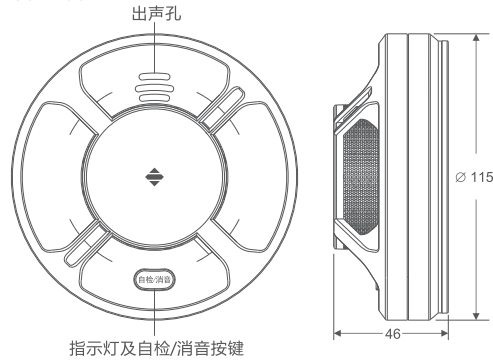

图1
说明：图1中，上盖、按键、PCB、下盖、底座组装成一个整体，尺寸单位：毫米。
- 抽出电池腔电池拉片，设备上电15秒后，长按发光按键（位置见图1）3秒，此时红色报警指示灯亮，蜂鸣器“嘀嘀”响。
- 报警测试功能：报警器接入电源后即可进入正常工作，指示灯约6分钟左右闪亮一次（绿色），按下发光按键（位置见图1），蜂鸣器发出报警声同时指示灯恒亮（红色），松开发光按键报警器恢复正常工作状态；松开发光按键后，指示灯提示本地NB-IoT信号质量：绿灯——信号优，推荐安装；黄灯——信号良，酌情安装；红灯——信号差，禁止安装；
- 报警消音功能：报警器报火警后，按下发光按键（位置见图1）3秒以上为报警消音，报警器的消音周期约为1分钟，在消音周期内报警器不会再报警，消音后报警器回到正常工作状态（此时若报警器内仍然有烟雾且烟雾浓度达到设定报警浓度则报警器还会继续报警）；